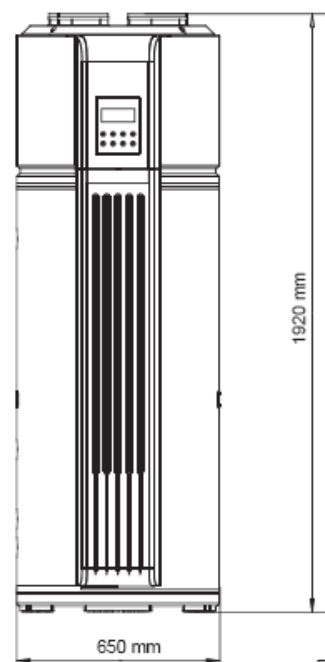
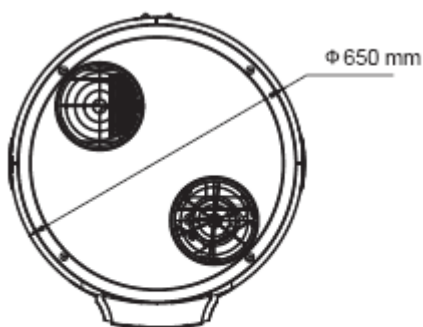

Fig.4-1
Fig. 4-2
- ♦ Yttre dimensioner (se Fig. 4-1, Fig. 4-2).